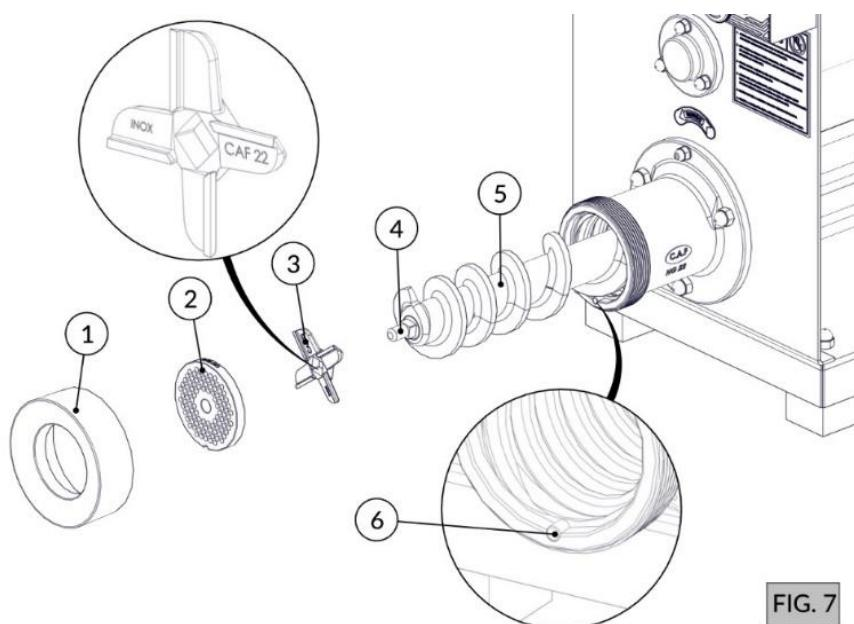

FIG. 7
3. Coloque o caracol (Item 5 - FIG. 7), encaixando-o no quadrado do eixo arrastador;
4. Coloque a cruzeta simples (Item 3 - FIG. 7) no pino do caracol (Item 4 - FIG. 7), observando sua posição de corte (corte para frente);
5. Coloque o disco com o furo desejado (Item 2 - FIG. 7) no pino do caracol, certificando-se que encaixou na chaveta do bocal (Item 6 - FIG. 7);
6. Rosqueie o volante (Item 1- FIG. 7) até encostar no disco;